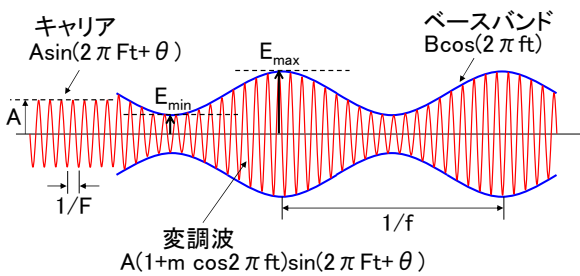
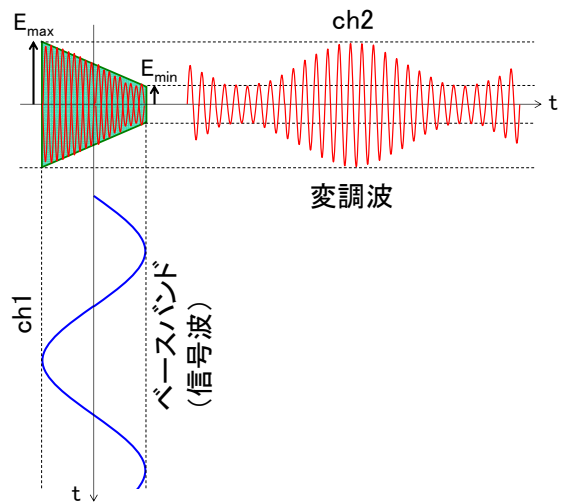

図4. AM 変調波の時間波形
図5. AM 変調波と信号波のリサージュ表示
簡単な例として、図4のように信号を乗せる搬送波(以降キャリアと呼ぶ)と音声やデータなど搬送波に乗せる信号波(以降ベースバンドと呼ぶ)が次の正弦波で表現できるAM波について考える。
となり、時間波形の最大値 E_{\max} と最小値 E_{\min} から変調度 m が求まる。変調度 m は図5の台形リサージュ図からも求めることができる。
- (7) データシート 4-2 に示す要領で AM 変調波の E_{max} と E_{min} を測定し(図 4 参照)、さらに時間領域とリサージュ図の両方を記録する。リサージュ図(図 5 参照)を表示するには **XY ボタン** を同時に押す。さらに式(5)より変調度を求める。
- (8) **ベースバンド信号**を 8 V_{pp} の正弦波とした場合について、同様に(2)-(7)までの測定を行う。